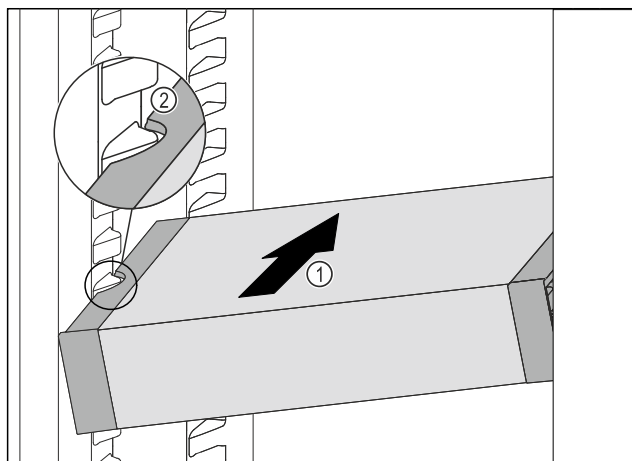

Fig. 142
- ▶ Вставити висувний ящик VarioSafe під кутом в охолоджувальне відділення Fig. 142 (1), доки бокові поглиблення Fig. 142 (2) VarioSafe не будуть розташовуватися на рівні ребра для ємності в охолоджувальному відділенні.